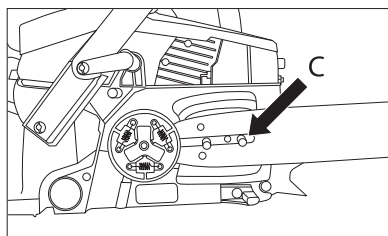

Рис. 6
4. Установите шину таким образом, чтобы прорезь шины совпадала с обоими болтами (C) (рис. 6).